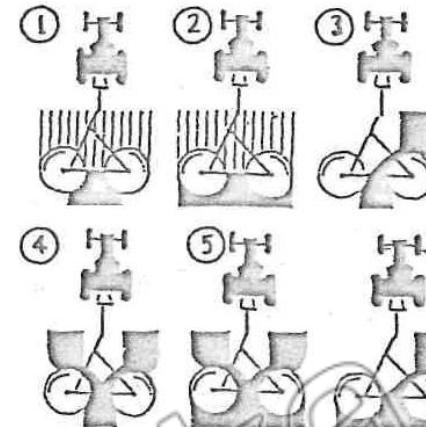

Рис.3.
2.3.1. На рис. 3 указаны технологические процессы и приемы их выполнения: